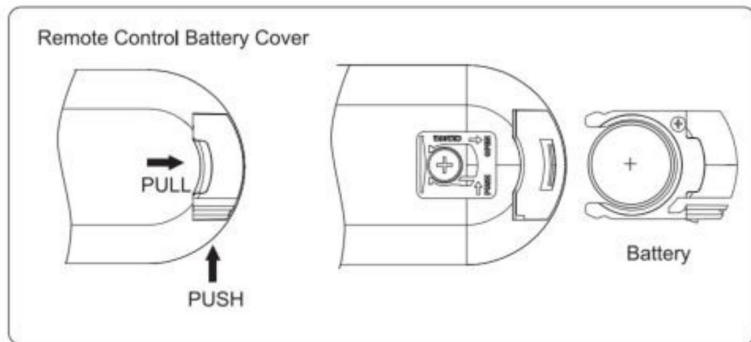

Fig.6
1. Entfernen Sie die Karte in Pfeilrichtung, um das Gerät einzuschalten. Fernbedienung. (Abb. 6)